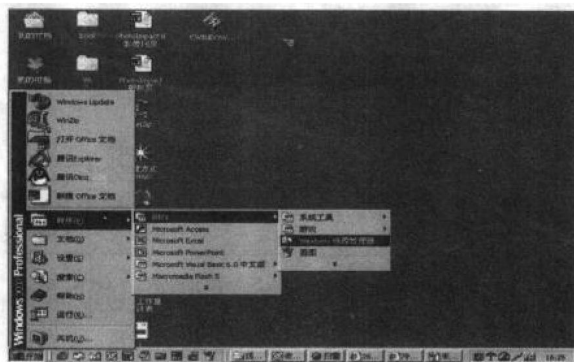

图1-11
(1) 选择“程序”|“附件”|“资源管理器”命令（如图1-11所示），然后打开资源管理器。